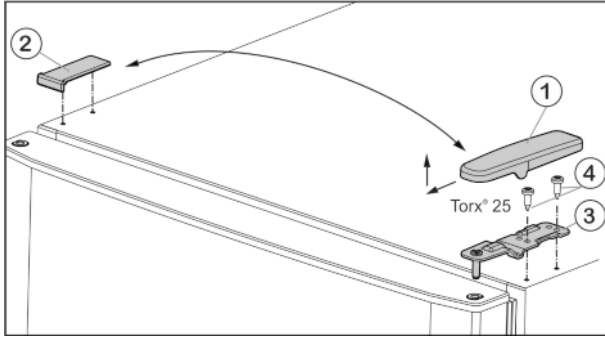

Fig. 4
- ▶ Kapağı Fig. 4 (1) öne ve yukarı doğru çekip çıkarın.
- ▶ Kapağı Fig. 4 (2) kaldırın.
- ▶ Üst yatak mesnedini Fig. 4 (3) sökün (2 x Torx® 25) Fig. 4 (4) ve yukarı doğru çekip çıkarın.
- ▶ Üst yatak mesnedini Fig. 4 (3) yeni menteşe tarafında kapıya yerleştirin.
- ▶ Üstteki yatak mesnedini (**4 Nm ile**) sıkıca vidalayın (2 x Torx® 25) Fig. 4 (4). Gerekirse akülü tornavida kullanın.
- ▶ Kapağı Fig. 4 (1) dıştan karşı tarafa yerleştirin ve yerine oturtun.
- ▶ Kapağı Fig. 4 (2) dıştan karşı taraflarına yerleştirin ve yerine oturtun.